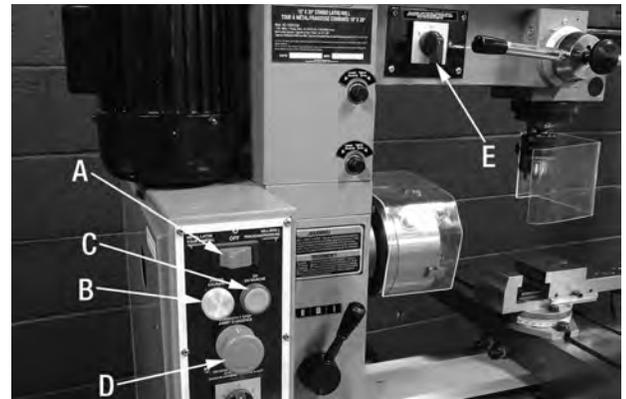

FIGURE 37
### Lathe/OFF/Mill Selector Switch (A) Fig.37.-
### Power Indicator (B) Fig.37.-
### On Switch (C) Fig.37.-
### Emergency Stop Button (D) Fig.37.-
### Forward/Reverse Switch (E) Fig.37.-